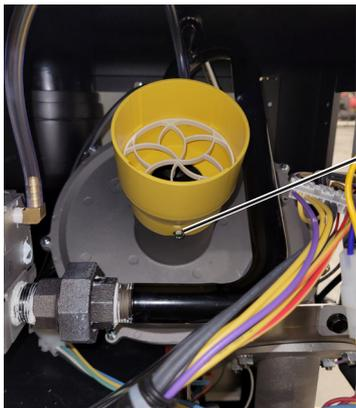

Figure 6.
8. REMPLACEZ L'ORIFICE D'AIR JAUNE AVEC LE NOUVEL ORIFICE BLEU. Déconnectez tous les tuyaux reliés à l'orifice d'air jaune. Utilisez une clé à douille de 5/16" ou une clé à rochet de 5/16" pour enlever les vis à tête hexagonales de l'orifice d'air jaune. Jetez l'orifice d'air jaune. Voir Figure 6.
**Retirez les tuyaux reliés à l'orifice d'air. Utilisez une clé à douille de 5/16" ou un tournevis à douille pour enlever les deux vis à tête hexagonales de l'orifice d'air qui fixent l'orifice d'air jaune, voir la Figure 6.**